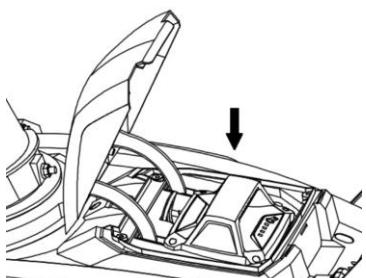

Fig.1
1. Öppna batterifackets lucka och skjut batteriet vertikalt nedåt som visas på Fig. 1.